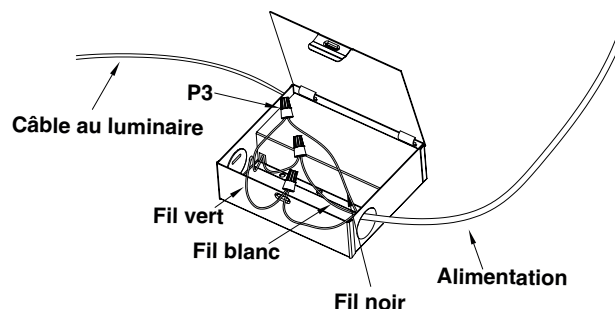

Fig. 1
- Connecter le fil noir du câble au fil noir du boîtier (**Fig. 1**)